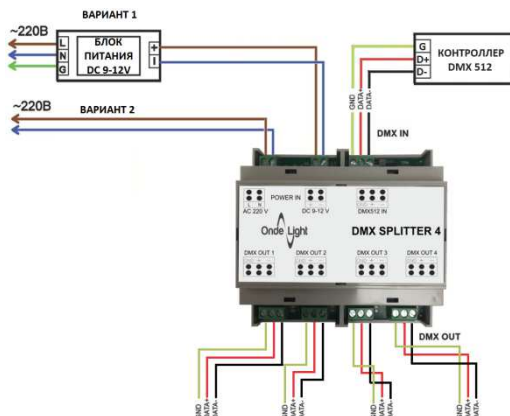

Рис.2 – Схема подключения изделия
- 4.1. Питание изделия возможно от двух источников напряжения. Подключение изделия к источникам напряжения выполнять согласно схеме (см. рис. 2).